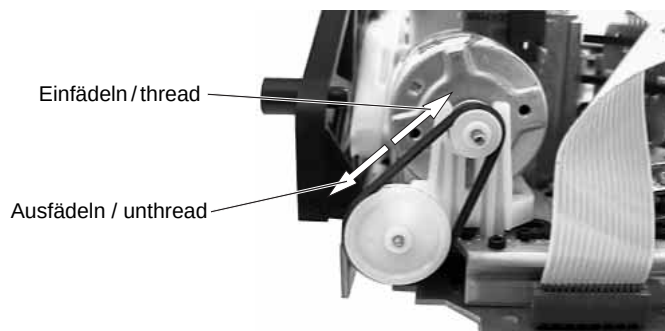

Fig. 3
- Fädelmotor drehen (Fig. 3), bis der Cassettenschacht abgesenkt ist.
Wenn nach dem Drücken der Eject-Taste das Laufwerk nicht ausfädelt und die Cassette auswirft, kann dies auch von Hand durchgeführt werden. Dazu ist das Antriebsrad des Fädelmotors zu drehen (Fig. 3). Um Bandschlaufen zu vermeiden, muß wechselweise auch der Capstanmotor (Pos. 127, Fig. 5) entgegen dem Uhrzeigersinn bewegt werden, bis das Band komplett in der Cassette aufgewickelt ist.
- Turn the threading motor (Fig. 3) until the cassette compartment is down.
If the tape deck does not unthread and eject the cassette by pressing the Eject button this function can also be effected manually by turning the driving gear at the threading motor (Fig 3). To avoid slackening of the tape, turn the capstan motor (counterclockwise, Pos. 127, Fig. 5) and the driving gear alternately until the tape is completely wound up in the cassette.
- Antriebsrad des Fädelmotors in Drehrichtung "Einfädeln" (Fig. 3) so weit drehen, bis das Zahnrad (Pos. 103L, Fig. 6) entriegelt ist.
- Turn the driving gear of the threading motor in the "threading" direction (Fig. 3) until the gearwheel (Pos. 103L, Fig. 6) disengages.